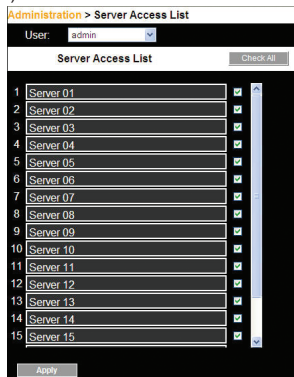

Figure 18 Configuration de la liste d'accès
1. Dans le menu, sélectionnez « Server Access List » (Liste d'accès au serveur). La fenêtre de configuration de la liste d'accès apparaît (voir la Figure 18).